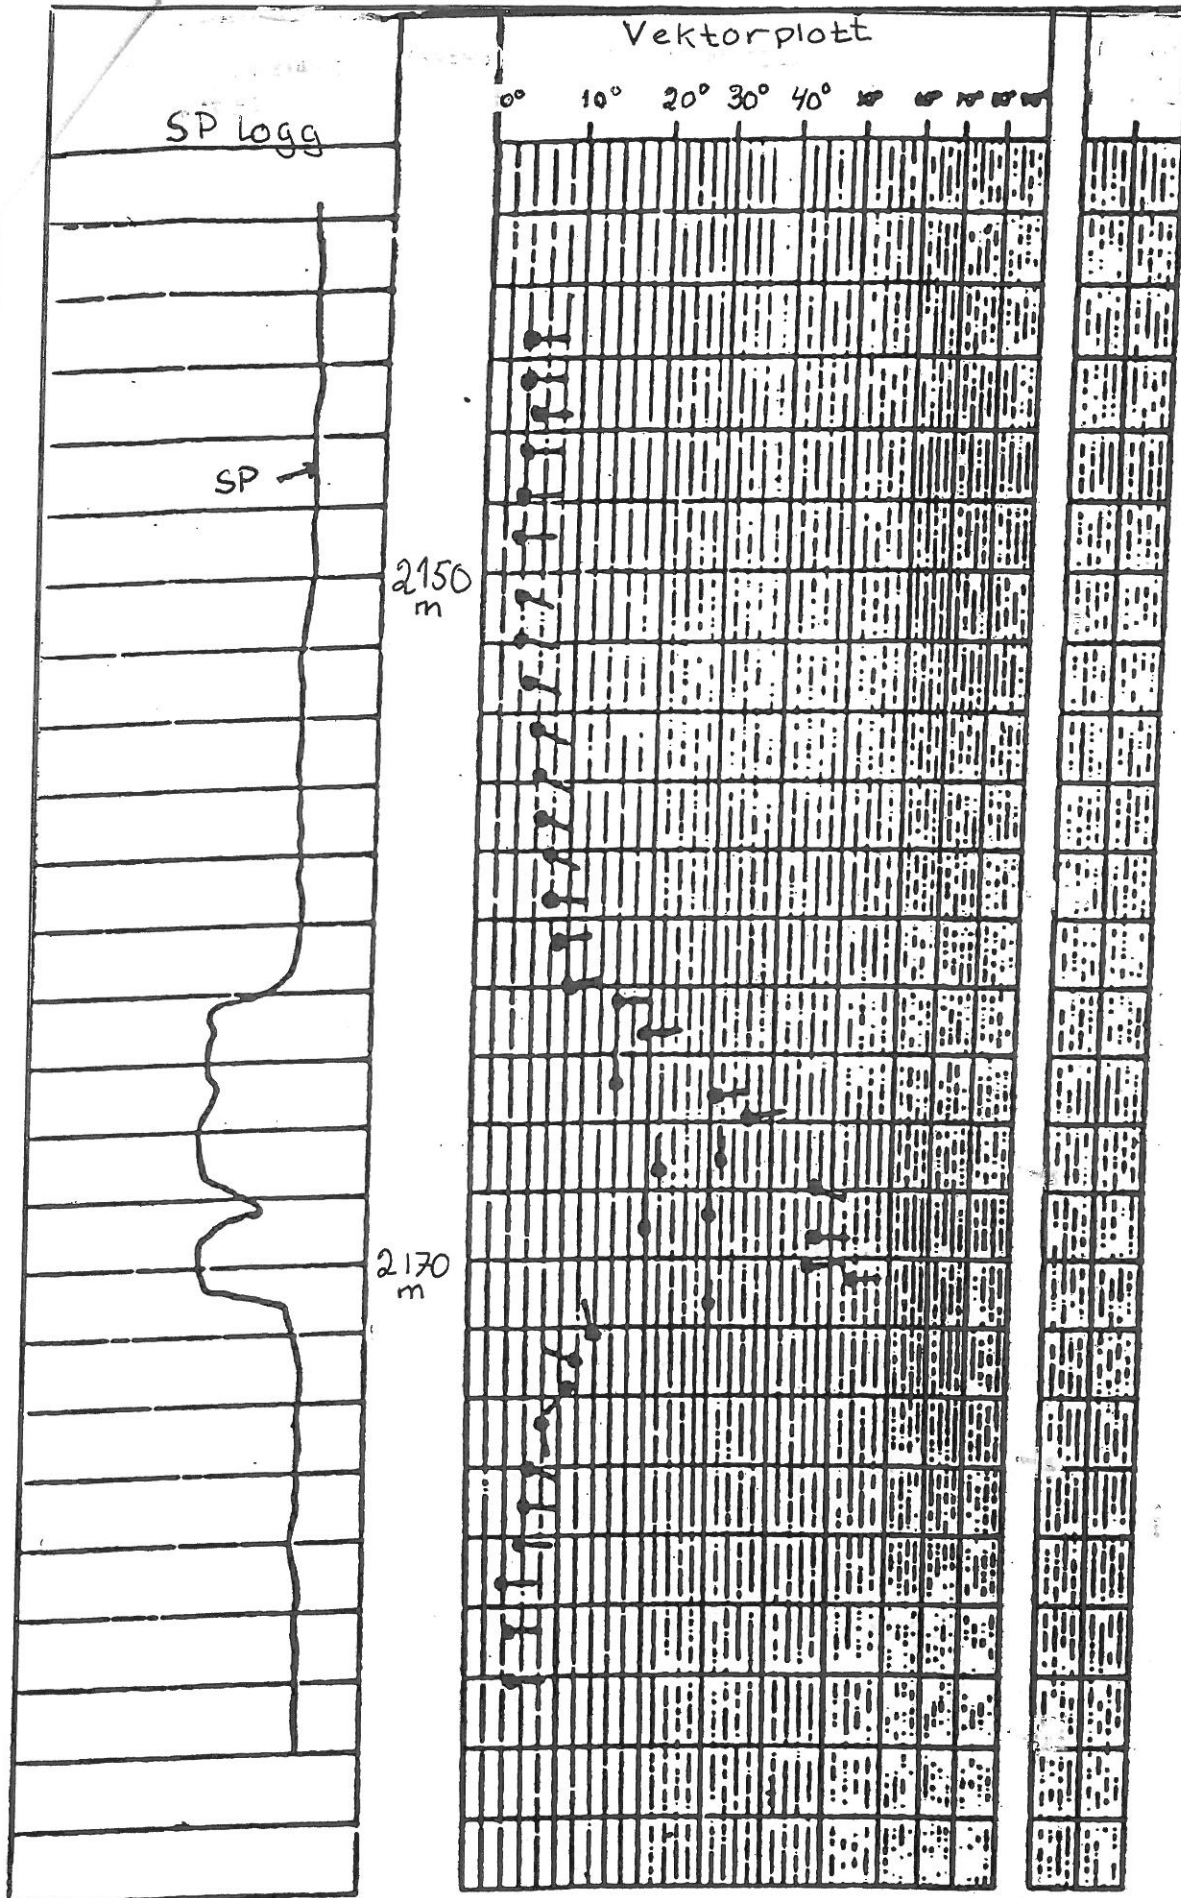

Fig. 2.1
- b) Lag en skisse av et dipmeter "tool" og vis hvordan råloggene registreres. Tolk vedlagt vektorplott (Fig. 2.1) med en enkel geologisk skisse. Hvordan ser sandlagene ut i en vindavsetning og hvordan vil vektorplottet se ut for en brønn som går gjennom disse vindavsetningene?